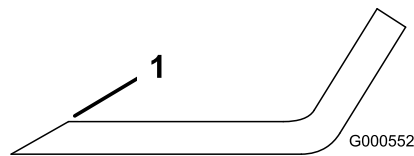
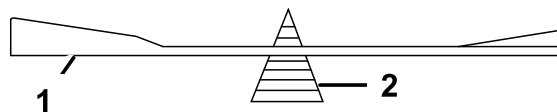

Figura 47
Figura 48
1. Utilice una lima para afilar el filo de corte en ambos extremos de la cuchilla (Figura 47). Mantenga el ángulo original. La cuchilla permanece equilibrada si se retira la misma cantidad de material de ambos bordes de corte.
2. Verifique el equilibrio de la cuchilla colocándola sobre un equilibrador de cuchillas (Figura 48). Si la cuchilla se mantiene horizontal, está equilibrada y puede utilizarse. Si la cuchilla no está equilibrada, rebaje algo el metal en la parte de la vela solamente (Figura 47). Repita este procedimiento hasta que la cuchilla esté equilibrada.